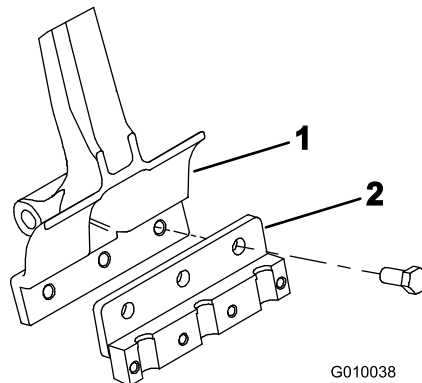

Figura 22
2. Monte un portataladros en cada brazo de taladros con 3 pernos de 1/2 x 1-1/4 pulgada (Figura 22). Apriete las tuercas a 101,6 N-m.